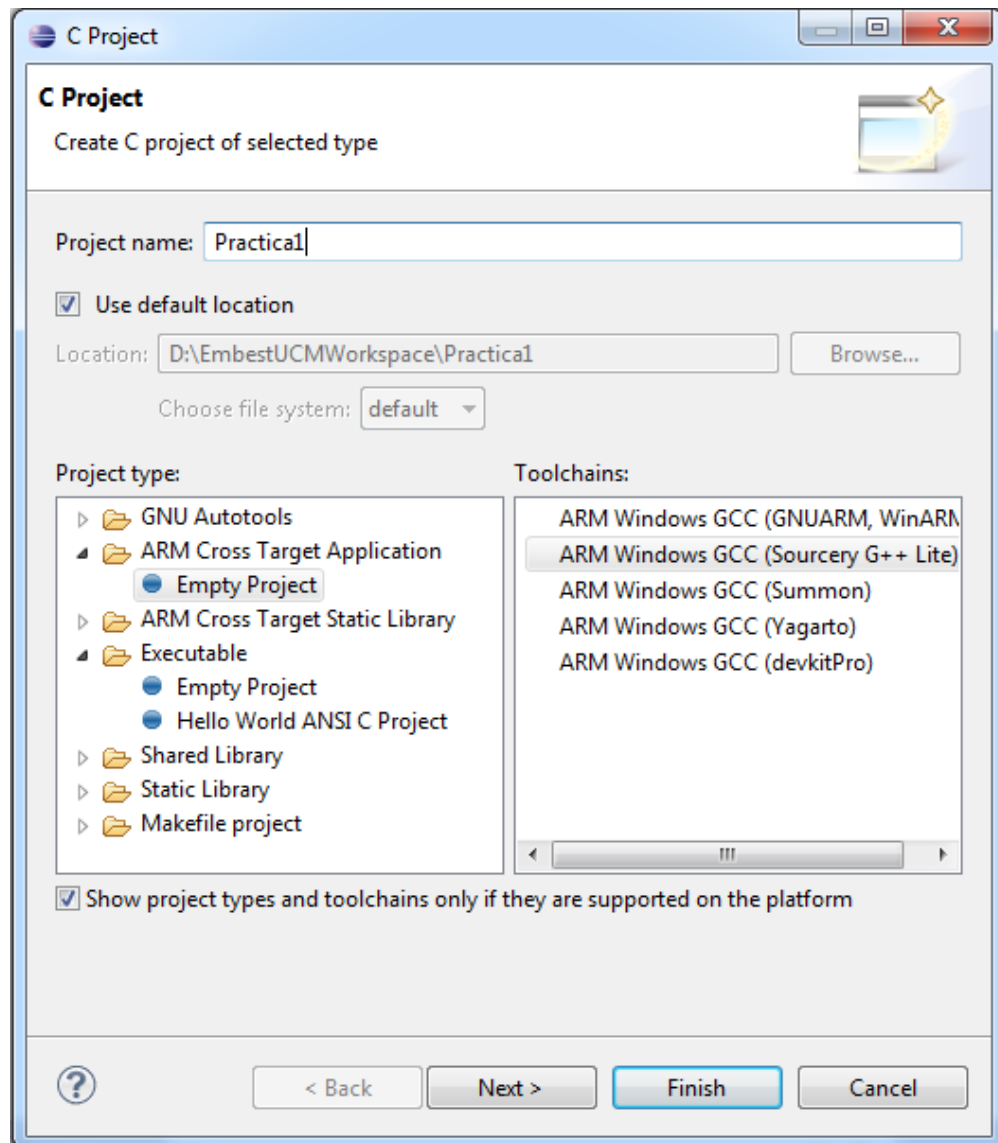

Figura 8: Creación de un proyecto C
- 1) Abrir el Eclipse y crear un proyecto C nuevo tal y como muestra la figura 8. En *Project type* seleccionamos *ARM Cross Target Application* y *Empty Project*. En *Toolchains* seleccionamos *ARM Windows GCC (Sourcery G++ Lite)*. Finalmente pulsamos *Next* y *Finish*.